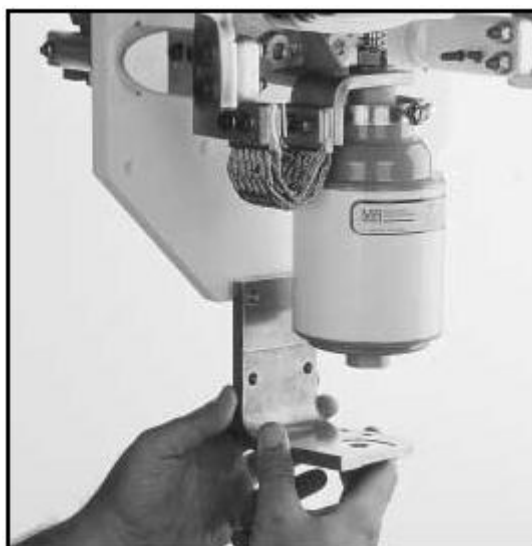

Рис. 26. Выньте кронштейн
5. Разогнув стопорные пластины, снимите латунный несущий L-образный кронштейн. С помощью гаечного ключа (13 мм) ослабьте четыре гайки M8 (рис. 25). Удерживая кронштейн, вытащите четыре болта M8, чтобы можно было вынуть кронштейн (рис. 26). Примечание: при повторной сборке замените стопорные пластины.